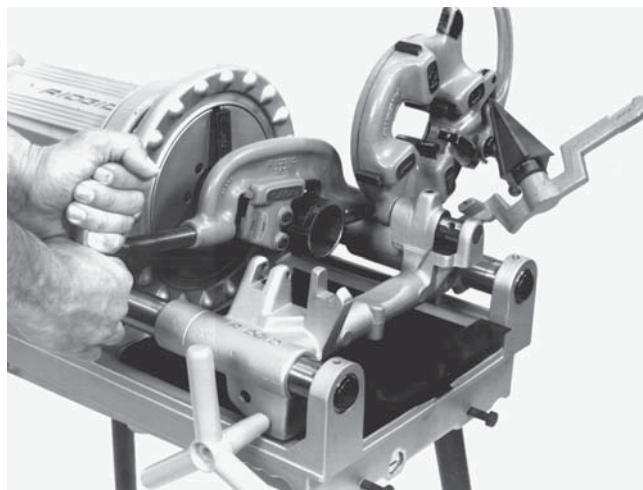

**Рисунок 7 – Обрезка трубы с помощью станка 300 compact**
**▲ ВНИМАНИЕ** 4. Примите правильное рабочее положение (рисунок 7).
6. Возмитесь за рукоятку ходового винта трубореза обеими руками (рисунок 7).